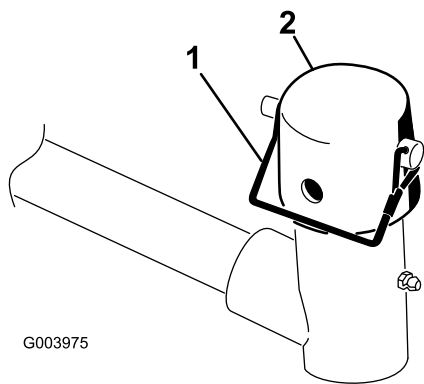

図9
7. 昇降アームのピボットヨークからスナップピンとキャップを外す 図9。
注 カッティングユニットをステアリングモードで使う場合はスロットを使い、固定モードで使用する場合には、穴を使う 図9。